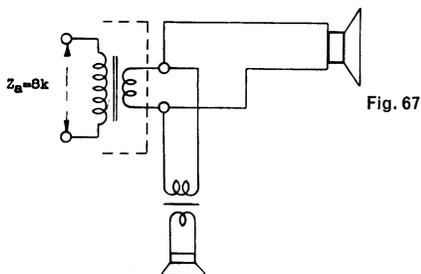

Fig. 67
67. Zwei Lautsprecher mit den Daten $P_1 = 18$ W, $Z_1 = 8 \Omega$ und $P_2 = 4,5$ W, $Z_2 = 2 \Omega$ sollen gemäß Fig. 67 an einen Verstärker geschaltet werden. Wie groß sind die Übersetzungen der beiden Übertrager zu wählen?